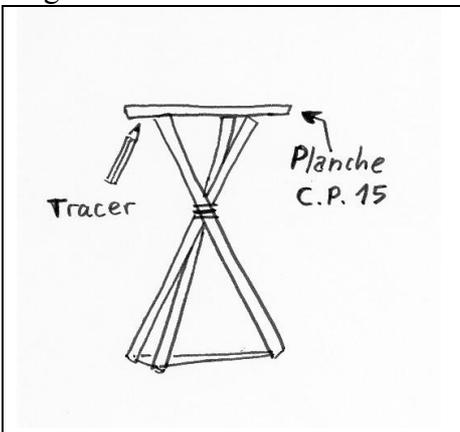

Fig. 7
- 8- Poser une planche de contre-plaqué marine (épaisseur 15 à 20 mm) au sommet des tubes, et tracer par le dessous les projections des extrémités de chacun des 3 tubes, avec les lettres correspondantes (A, B et C). Si ça n'a rien de symétrique, vous êtes sur la bonne voie... (Fig. 7, 8)